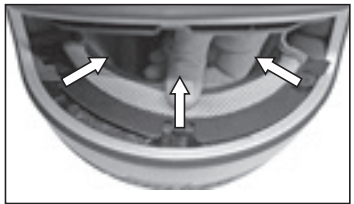

Fig. 6
- 2.2 Desenganche la lengüeta delantera izquierda del soporte fijado a la calota interna tirando ligeramente del acolchado de confort hacia el interior del casco (Fig. 6). Repita la operación también con las lengüetas central y delantera derecha.
- 3.2 Enganche las lengüetas delanteras de sujeción en el soporte fijado a la calota interna empujando levemente el acolchado interior hacia el exterior del casco (Fig. 6).